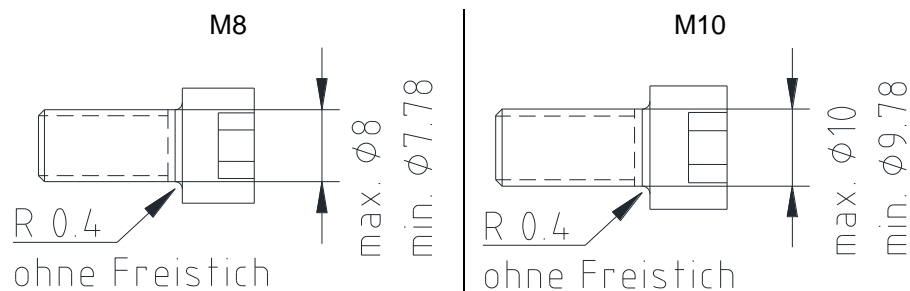

Bild 10: Voraussetzung für Schrauben
- Verschrauben Sie die Teile mit geeigneten Schrauben (siehe Bild 10, nicht im Lieferumfang enthalten) zunächst handfest.